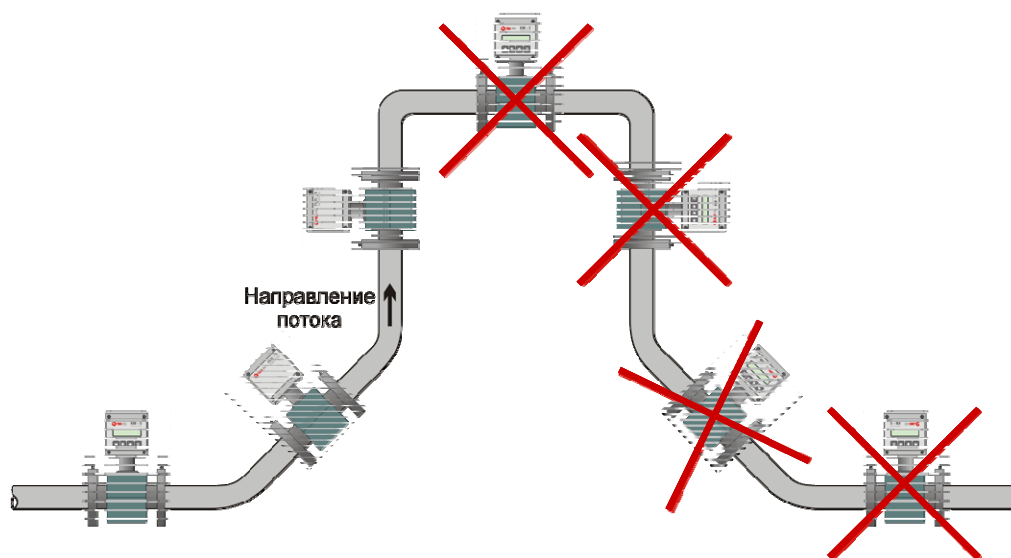
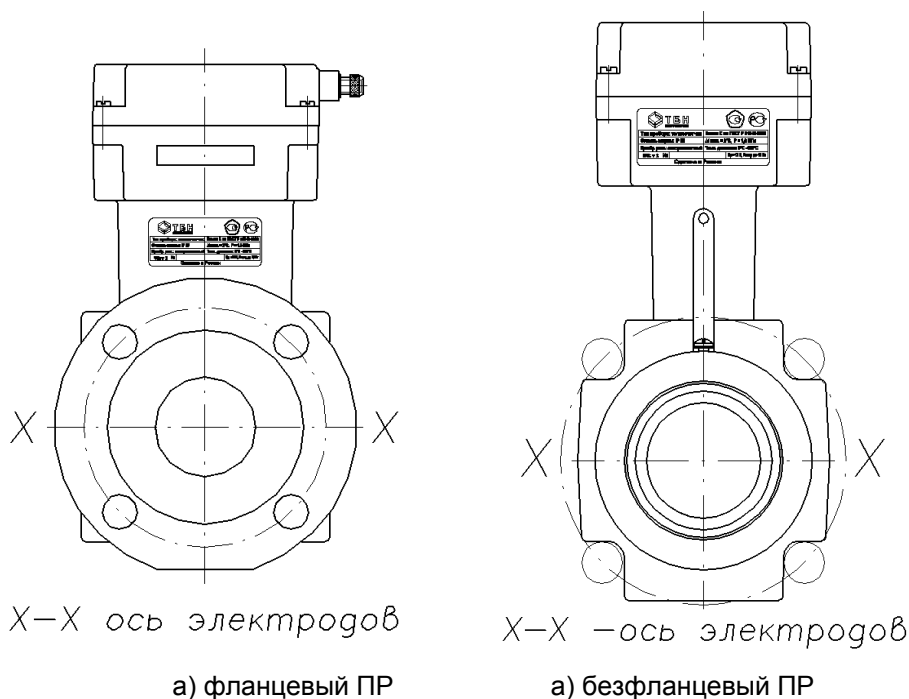

Рисунок 5 — Варианты установки датчика расхода
Рисунок 6 — Ориентация датчика расхода относительно оси электродов
2.2.2.2 Первичный преобразователь (датчик) расхода ППР устанавливается в соответствии со стрелкой, указывающей направление потока, на горизонтальном, вертикальном или наклонном трубопроводе при условии, что весь объём трубы первичного преобразователя в рабочих условиях заполнен измеряемой средой (рисунок 5), а ось, соединяющая электроды датчика расхода, горизонтальна (рисунок 6). Горизонтальность проверяется визуальным осмотром. Как исключение, возможно отклонение оси электродов от горизонтальной линии в случае гарантированного исключения образования газовой прослойки вблизи электродов, которая может препятствовать нормальной работе датчика расхода.
2.2.2.3 Монтаж датчиков расхода безфланцевой конструкции следует производить с помощью шпилек. Фланцы трубопроводов должны быть соосны и плоскопараллельны друг другу (рисунок 5 б), что достигается применением при сварке специального габаритного имитатора датчика расхода.